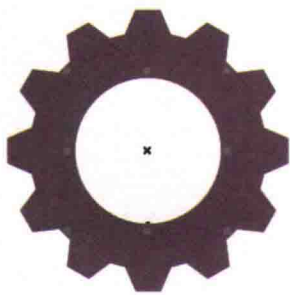

图1-26
STEP 21 在指定填充的图形中心位置绘制一个圆形，颜色填充为白色（CMYK：0、0、0、0），轮廓宽度设置为“无”，如图1-26所示。